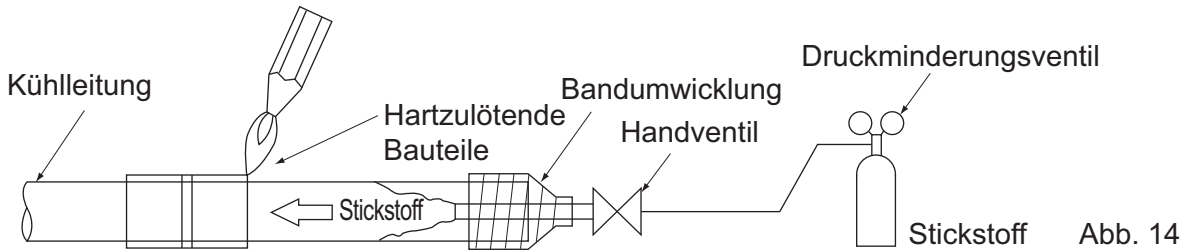

Abb. 14
- Der Stickstoff sollte mit Hilfe eines Druckreduzierventils auf 0,02 MPa Druck gebracht werden, wenn das Hartlöten während dem Einleiten von Stickstoff in die Rohrleitungen erfolgt. **(Siehe Abb. 14)**